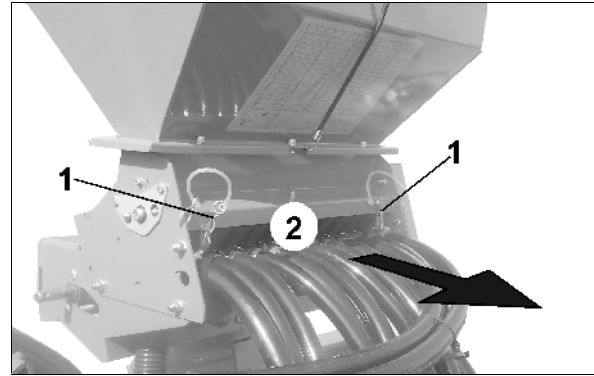

Fig. 34
- o sich die Dosiereinheit in der Dosier-Position befindet und mit Federstecker (Fig. 34/1) gesichert ist.